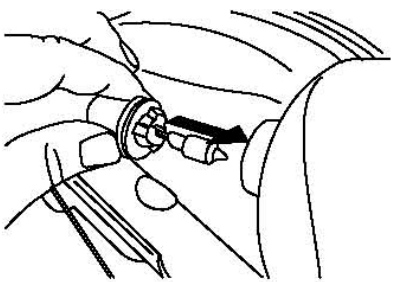

Рисунок 53.
4. Вставьте новую лампу в заднюю часть фары (рис. 53).